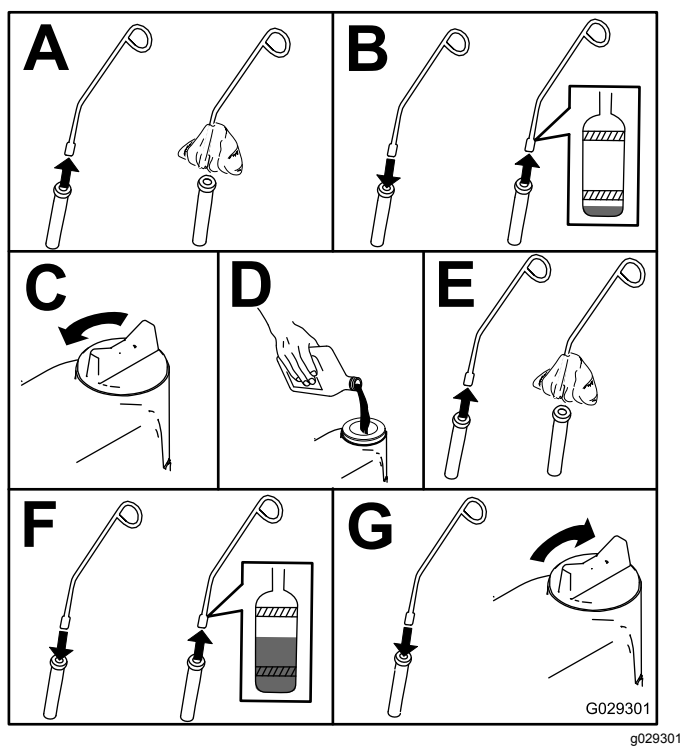

Рисунок 48
3. Проверьте уровень масла в двигателе, как показано на Рисунок 48.